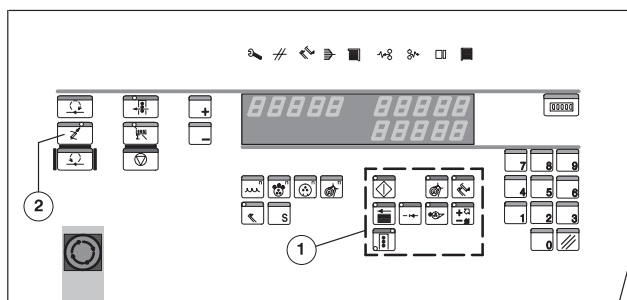

Рис. 6 Главный пульт управления
- Кнопки **прямого набора** непосредственно запускают определенную функцию (Рис. 6/①).
- **Включенные кнопки (LED) отключаются, если нажать на них один раз.** Исключение: кнопку блокировки (Рис. 6/②) необходимо нажать два раза для разблокирования.